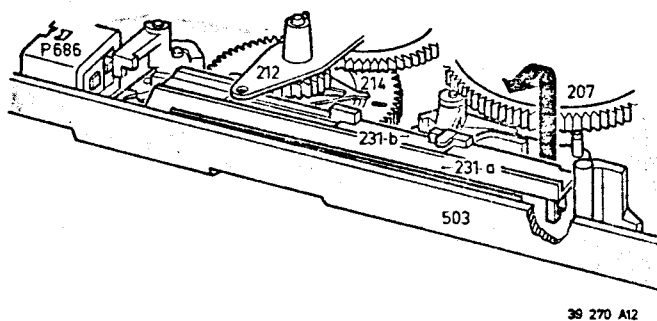

Fig. 3-1-21
- Bremsstange rechts entriegeln und nach vorne herausdrehen (Abb. 3-1-21).